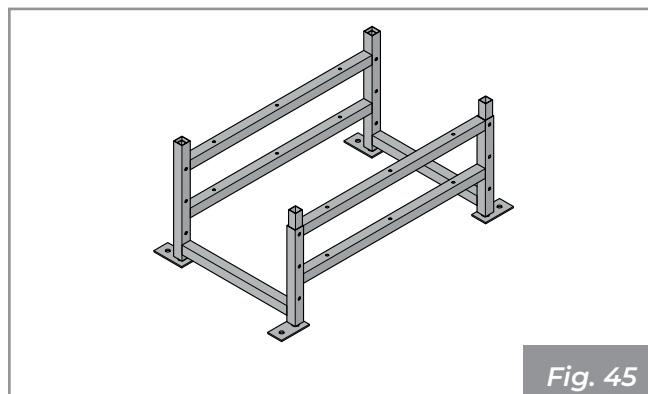

Fig. 45
- Kit de montage socle (seulement pour A78) (Fig. 45).